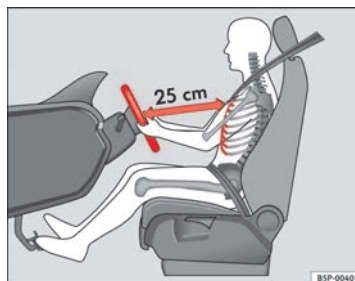

Fig. 1 Distancia correcta entre el conductor y el volante
- Ajuste el volante de modo que quede una distancia mínima de 25 cm entre el volante y el tórax ⇒ fig. 1.
- Coloque el asiento del conductor de forma que quede una distancia mínima de 25 cm entre el tórax y el centro del volante ⇒ fig. 1. Si la distancia es inferior a los 25 cm, el sistema de airbags no puede protegerle correctamente.